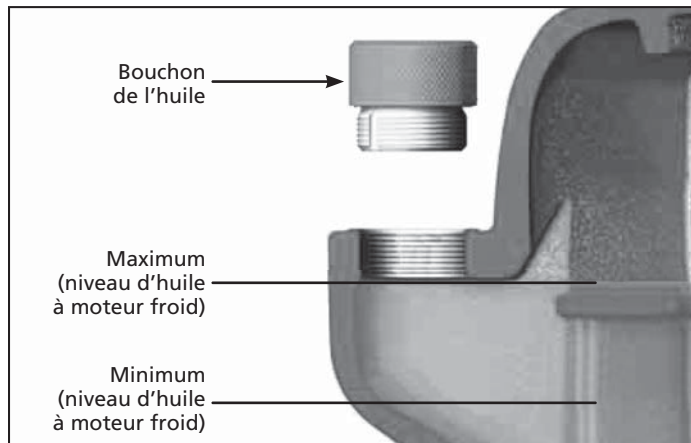

Figure 7 - Niveau d'huile
L'HUILE. Avant de faire fonctionner le compresseur, vérifier le niveau d'huile (voir Figure 7).
VÉRIFICATION DU NIVEAU D'HUILE (VOIR LA FIGURE 7)
5. Si nécessaire, faire déborder l'huile du même type et de la même marque jusqu'au niveau maximum (voir la figure 7 et la section sur la lubrification).
1. Vérifier le niveau d'huile (voir la Figure 7).